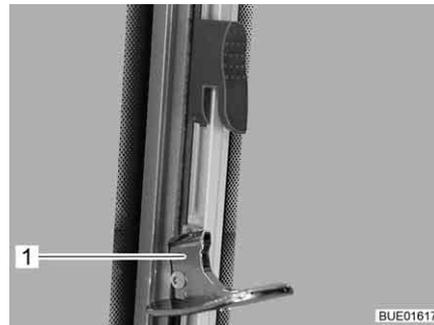

Fig. 117 Finestra scorrevole con dispositivo di bloccaggio della rotazione (sbloccato)
- Ruotare verso l'interno il dispositivo di bloccaggio (Fig. 117,1).
- Ruotare verso l'esterno il dispositivo di bloccaggio (Fig. 117,1).